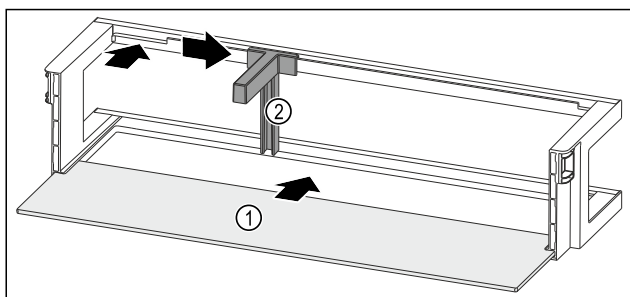

Fig. 150 Dveřní přihrádka s odkládací plochou
- Odkládací plochu Fig. 150 (1) zasuňte do bočních vybrání.
- Držák lahví Fig. 150 (2) vložte do vybrání.
- Držák lahví Fig. 150 (2) posuňte na stranu do požadované polohy.